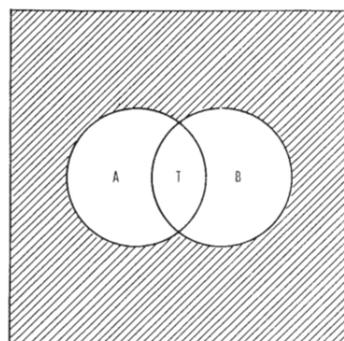

Fig. 15 - Funzione di Sheffer  $A \perp B = (A + B) = (A \cdot \bar{B})$
**4.9.1. - La negazione della somma logica (fig. 15)**